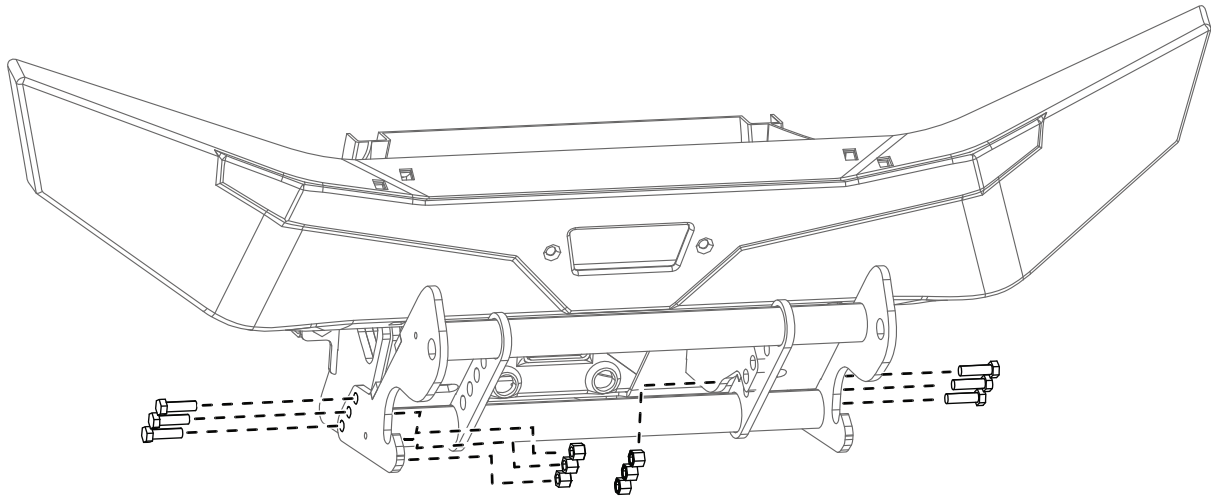

Figura 4
6. Sujete provisionalmente la parte exterior de la viga de empuje a la placa de protección con 6 pernos ( $\frac{3}{8}$ " ) y contratuercas (Figura 4).